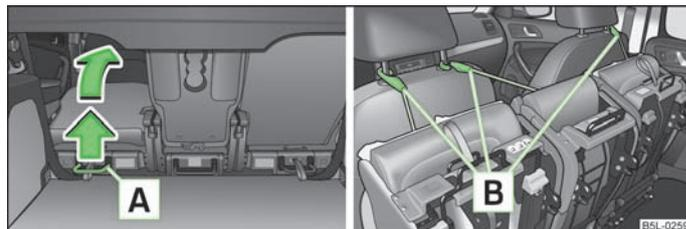

Abb. 50 Sitz komplett vorklappen / Vorgeklappte Sitze verriegeln
- › Den Hebel **A** » Abb. 50 nach oben ziehen und den Sitz komplett vorklappen.
- › Den vorgeklappten Sitz mithilfe des Befestigungsgurts **B** an einer Führungstange der Kopfstütze des vorderen Sitzes verriegeln » Abb. 50.